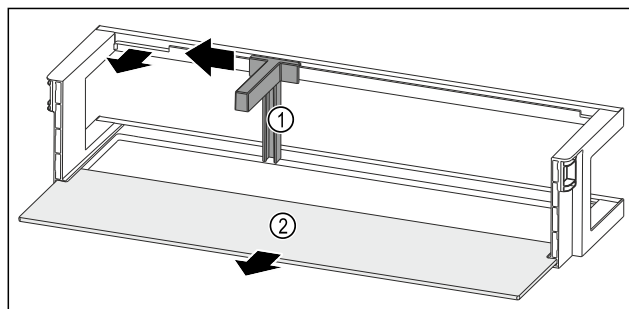

Fig. 164 Balconcino controporta con fermabottiglie e ripiano
- ▶ Spingere il fermabottiglie Fig. 164 (1) lateralmente fino all'incavo.
- ▶ Rimuovere il fermabottiglie Fig. 164 (1).
- ▶ Rimuovere il ripiano Fig. 164 (2).